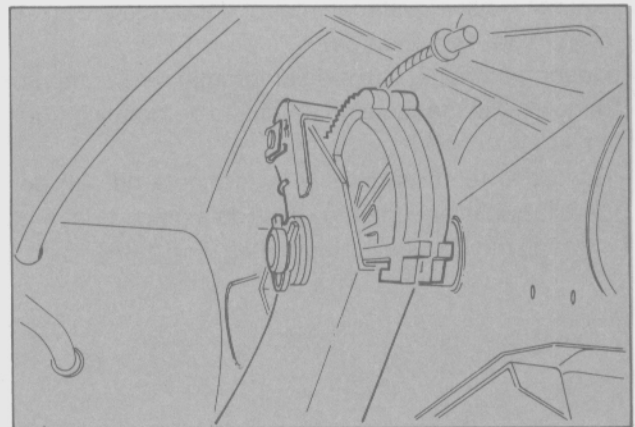

Fig. 8 - Desmontaje del cable de embrague del segmento dentado.
- Desenganchar el cable del embrague del segmento dentado del mecanismo de ajuste automático (Fig. 8).